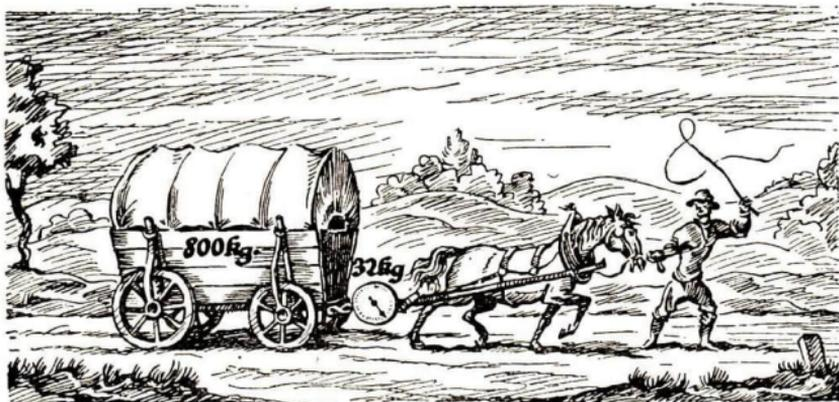

Abb. 66. Verwendung der Kraftmesser
Z. B.: 1. Ein 70 kg schwerer Mann besteigt einen 90 m hohen Turm. Arbeit = 70 kg · 90 m = 6300 mkg. — 2. Ein Pferd zieht einen Wagen 1 km weit (Abb. 66). Ein zwischen Pferd und Wagen eingeschaltetes Dynamometer zeigt auf 32 kg Zug. Arbeit = 32 kg · 1000 m = 32000 mkg.
In Abb. 66 wiegt die Last 800 kg, die aufzuwendende Kraft ist nur 32 kg. Da 1% von 800 kg nur 8 kg sind, so ist die aufzuwendende Kraft hier 4% von der Last.
Beispiel: Das Pferd in Abb. 66 ziehe den Wagen in 18 Minuten (das sind $18 \cdot 60 = 1080$ Sekunden) 1 km weit. Dann ist seine sekundlich geleistete Arbeit = Kraft \times Weg: $1080 = 32 \text{ kg} \times 1000 \text{ m} : 1080 = 30 \text{ mkg/sek} = \frac{30}{75}$ PS. (Merke: Ein Pferd leistet meist keine ganze PS.)